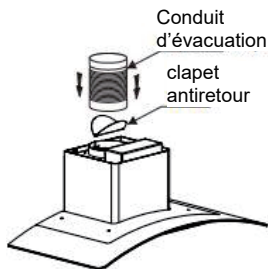
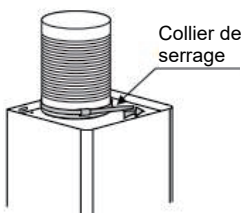

Fig. 4
Fig. 5
6. Installez le clapet antiretour sur l'unité principale et fixez le tuyau d'expansion à la sortie à l'aide d'un collier de serrage. Voir Fig. 4. Placez l'unité principale sur les vis de fixation murale. Voir Fig. 5. **Remarque : le conduit d'évacuation n'est pas inclus avec l'appareil.**